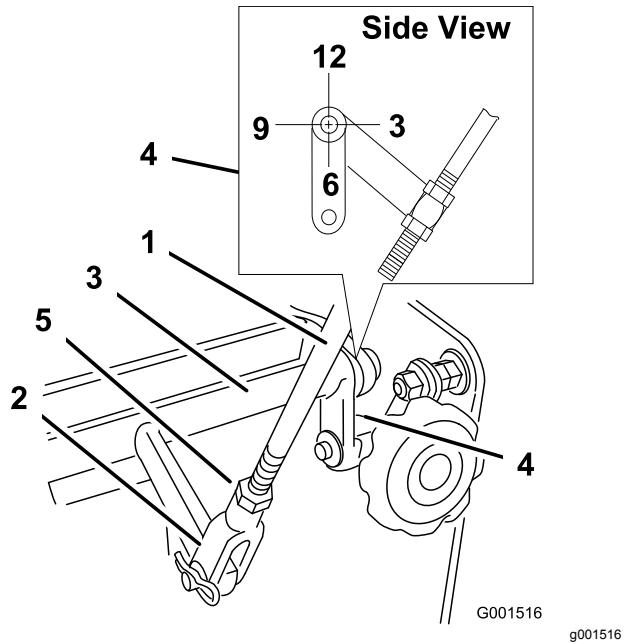

Figura 32
4. Controllate l'orientamento delle linguette sulle estremità dell'asse di comando della velocità. Assicuratevi che queste linguette siano rivolte direttamente verso il basso, in posizione a ore 6 circa (**Figura 32**).
5. Regolate la forcella filettata nella parte inferiore della tiranteria del comando della velocità, fino a quando le linguette non sono in posizione a ore 6 (**Figura 32**).